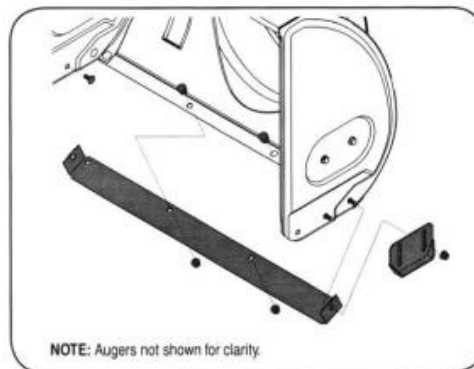

Bild 20
2. Montera nya slitsulor med fyra kroppsbultar (två på varje sida) och sexkantsmuttrar. Se bild 20
2. Montera en ny sickel och se till att kroppsbultarnas ändrar blir i var inuti höljet. Dra åt hårt. Se bild 20.